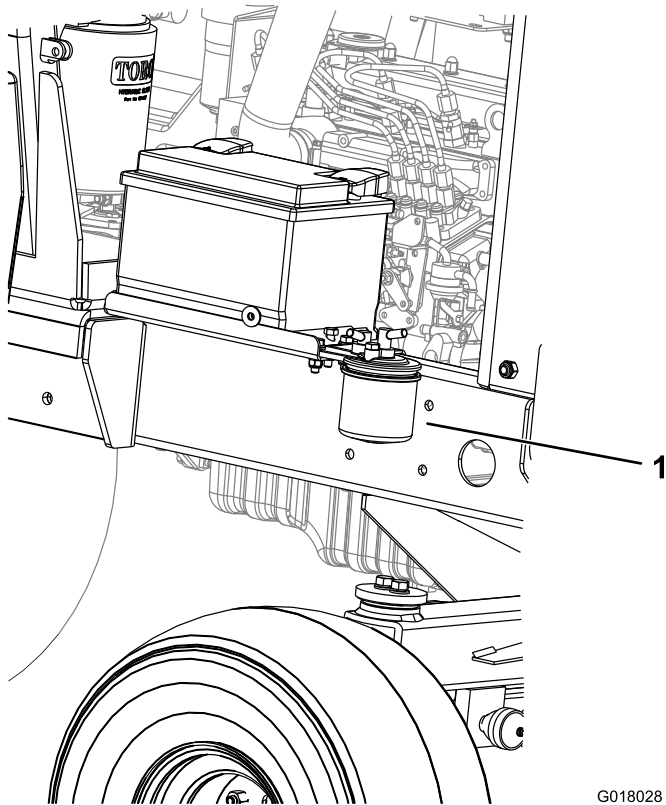

Figura 43
1. Mettete un contenitore pulito sotto la scatola del filtro del carburante (Figura 43).